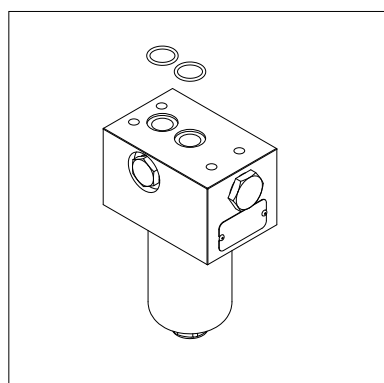

fig. 22
- (Fig. 22) Sostituire gli O-ring del manifold